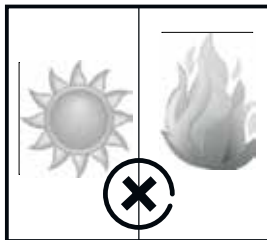

Imagen 2
- No debe exponerlo a la luz solar directa. Si la luz solar alcanza el vidrio del arcón, el funcionamiento del mismo se verá incrementado. Esto significa que se incrementará tanto la temperatura de los productos contenidos dentro, como el consumo eléctrico. (Imagen 2)